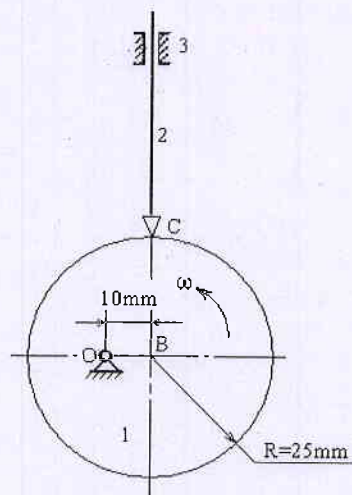

图 4 (题三、1 图)
1. (15 分) 如图 4 所示凸轮机构, 凸轮 1 以角速度  $\omega$  匀速回转。试作: